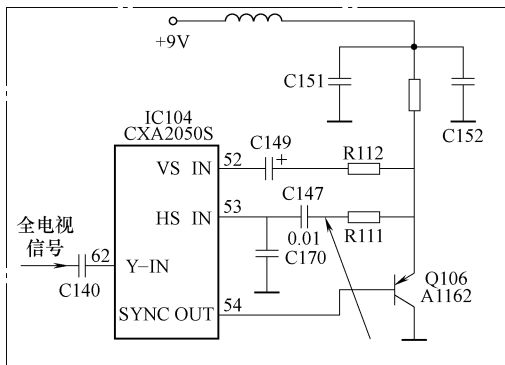

图 5-127 电容 C147 相关电路截图
1) IC104 (CXA2050S) 是行场扫描、亮度和色度处理电路,来自中放通道的全电视信号从 IC104⑥脚输入,经内部同步信号分离电路处理后,由⑤脚输出复合同步信号,再经 Q106 缓冲放大后,行同步信号从 IC104⑤脚输入,场同步信号从 IC104⑤脚输入。
2) 电容 C147 相关电路截图如图 5-127 所示。